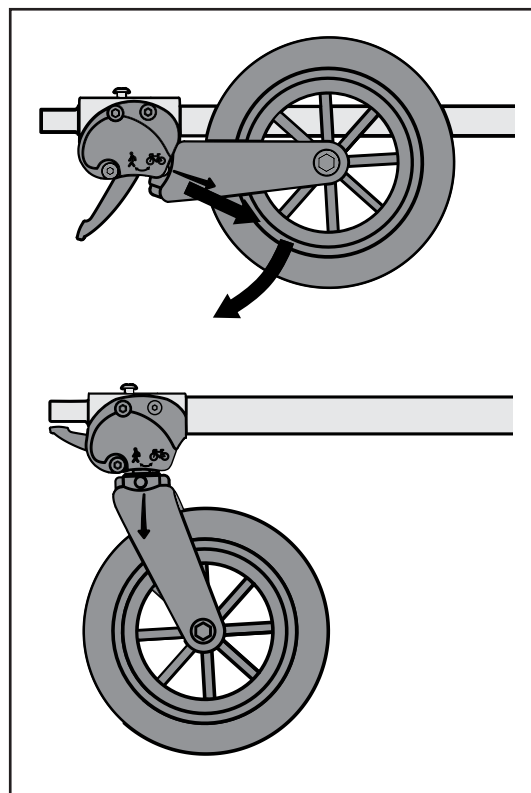

Figura 14
1. Tire de la horquilla tal como se muestra (Figura 14) y después gire la rueda hacia abajo completamente. La horquilla subirá automáticamente hacia la posición de bloqueo.